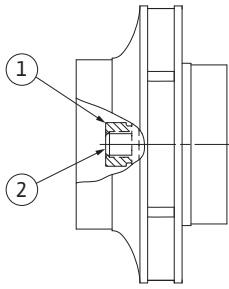

Fig.53: Juoksupyörän mutterin oikea asento asennuksen jälkeen
29. Pidä akselista kiinni (katso käsittelyvaihe 24) ja kiristä juoksupyörän mutteri esimääritetyllä kiristysmomentilla (katso luettelo "Taulukko 11: Ruuvien kiristysmomentit" sivulla 111). Mutterin (Fig. 53, kohta 1) täytyy olla noin  $\pm 0,5$  mm samassa tasossa akselin pään (Fig. 53, kohta 2) kanssa. Jos näin ei ole, irrota mutteri ja toista käsittelyvaiheet 25 - 29.